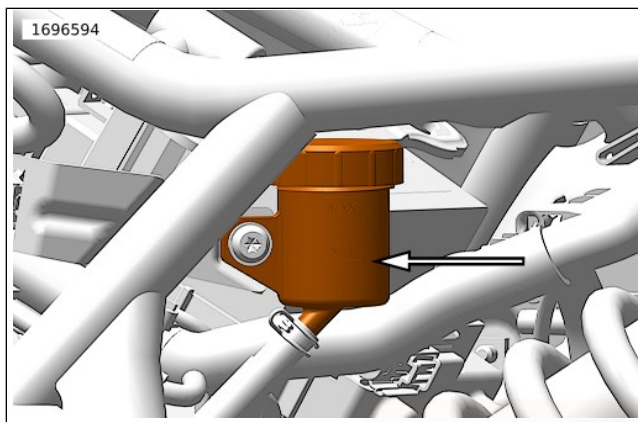

Abbildung 60. MIN-Markierung am Hinterrad-Hauptbremszylinderbehälter (typisch)
3. **Hinten:** Siehe Abbildung 60. Den Füllstand im Hinterradbremssflüssigkeitsbehälter prüfen. Der Flüssigkeitsstand muss über der MIN-Märke liegen.